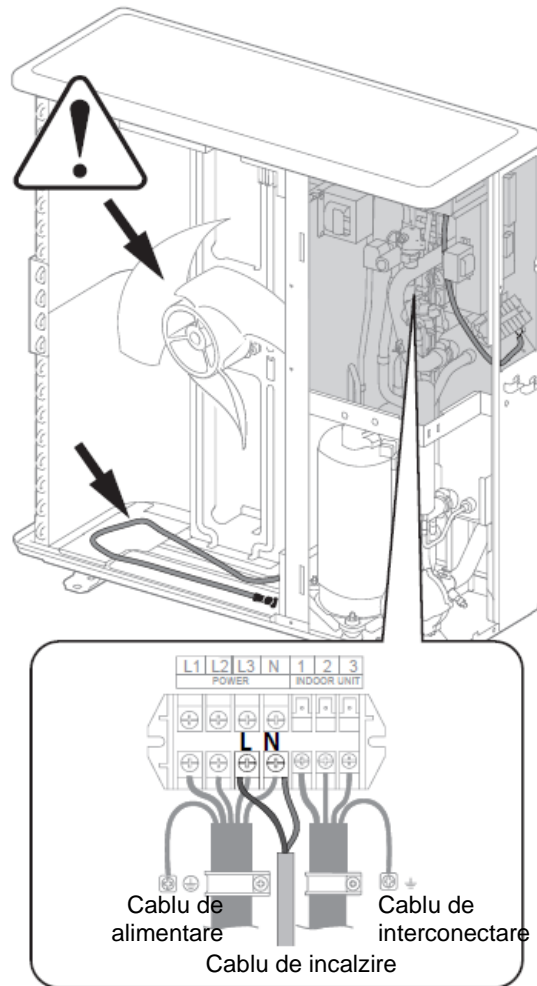

fig. 42 - Montarea cablului de incalzire
- Reperati partea de incalzire (a se vedea fig. 42).